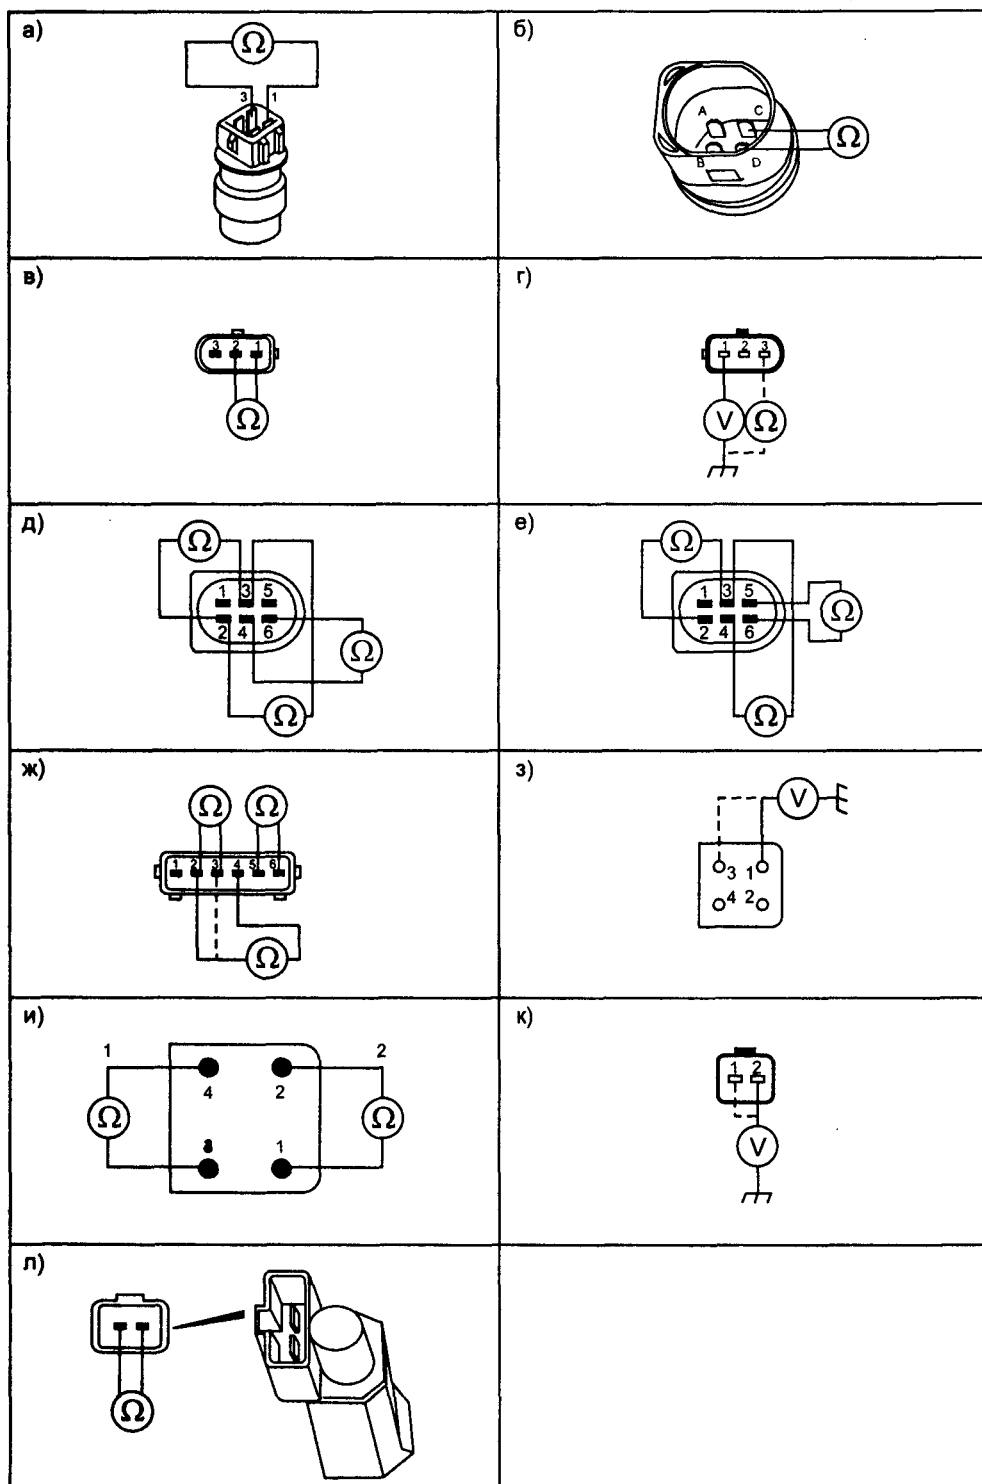

Рис. 1.7.8. Датчики
На рассматриваемые автомобили могут устанавливаться датчики двух типов (см. рис. 1.7.8а и рис. 1.7.8б). Для проверки датчика ЕСТ подключают к контактам 1—2 (или С—D) датчика ЕСТ омметр, запускают двигатель и проверяют изменение сопротивления датчика ЕСТ (см. табл. 1.8.7) в зависимости от температуры. При несоответствии показаний прибора контрольным значениям датчик заменяют.
Это важнейший датчик для ЭСУД, по нему определяется частота вращения и относительное положение коленвала. При неработающем датчике СКР двигатель не запустится. Конструктивно это датчик электромагнитного типа. Для проверки датчика отключают от него разъем и измеряют сопротивление обмотки (контакты 1—2), оно должно быть равно 450...550 Ом (см. рис. 1.7.8в). Затем, на работающем на х.х двигателе, с помощью осциллографа проверяют выходной сигнал датчика СКР (см. осц. 4 на рис. 1.7.5). При низкой амплитуде сигнала проверяют величину зазора «датчик-ротор», она должна быть в пределах 1,0...1,5 мм.
- отсоединяют разъем датчика СМР и, при включенном зажигании, проверяют наличие «земли» на контакте 3 и 12 В на контакте 1 разъема жгута (см. рис. 1.7.8г). Если питания нет, проверяют предохранитель F2, реле K46, замок зажигания и соответствующие соединения;
- проверяют наличие питания на контакте 1 разъема жгута (всегда 12 В), если питания нет, проверяют предохранитель F13, замок зажигания и соответствующие соединения (см. рис. 1.7.8з);
- проверяют питание на контакте 3 разъема жгута (12 В при включенном зажигании), если питания нет, проверяют предохранитель F2, реле K46, замок зажигания и соответствующие соединения (см. рис. 1.7.8з);
- проверяют работоспособность датчика BPP в различных положения педали тормоза (см. табл. 1.7.7 и рис. 1.7.8и).
- проверяют питание на контакте 2 (после 05/99), или 1 (до 04/99) разъема жгута (12 В при включенном зажигании), если питания нет — проверяют предохранитель F2, реле K46, замок зажигания и соответствующие соединения (см. рис. 1.7.8к);
- нажимают педаль сцепления до упора, сопротивление между контактами 1—2 разъема датчика CPP должно быть бесконечно большое, а при отпущенной педали равно нулю (см. рис. 1.7.8л).